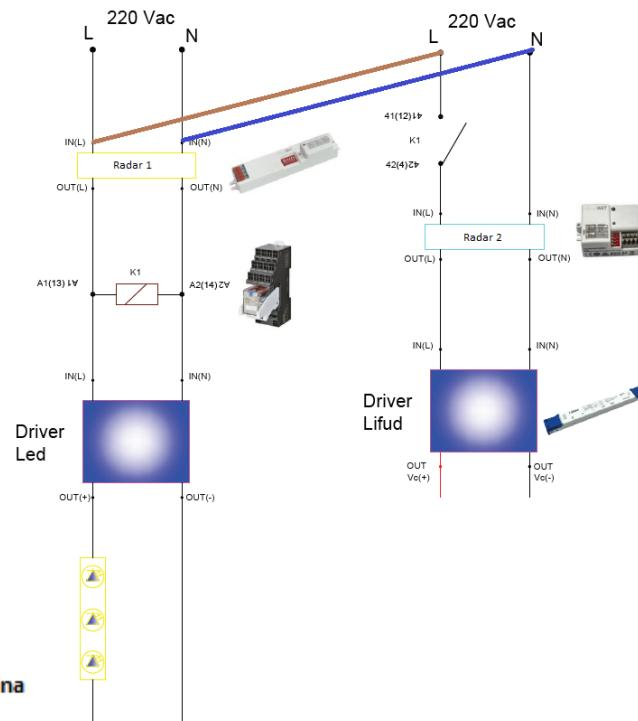

Fig. 7
- VII. Las salidas OUT(L) y OUT(N) del Radar 2 se conectarán con las entradas IN(L) y IN(N) del driver LED (Fig. 7).